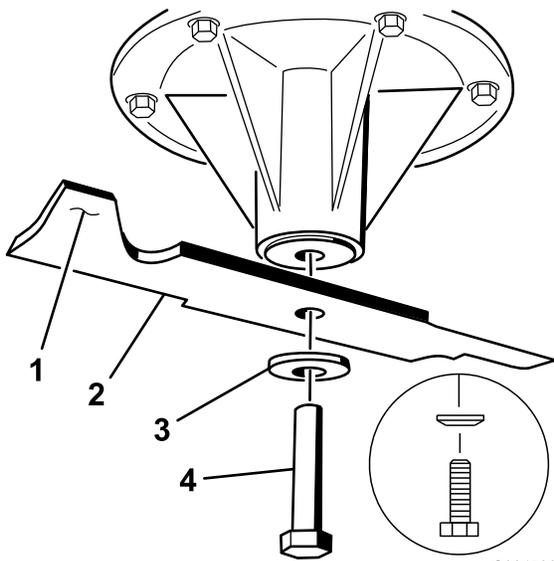

Figura 102
- Si la cuchilla no está equilibrada, rebaje algo el metal en la parte de la vela solamente con una lima (Figura 102).
- Instale las cuchillas izquierda y central, las arandelas curvas y los pernos de las cuchillas en los ejes (Figura 102 y Figura 103).
Nota: Asegúrese de que el cono de la arandela curva esté orientado hacia la cabeza del perno (Figura 102).
- Instale la cuchilla derecha, la arandela curva y el perno de la cuchilla (perno con rosca a izquierdas) en el eje (Figura 102 y Figura 103).